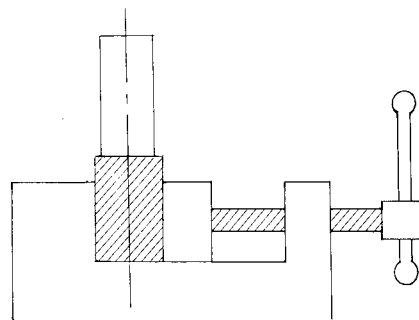

図2-8
① 工作物を保護用ゴムで巻き、バイスに取り付ける（図2-8）。